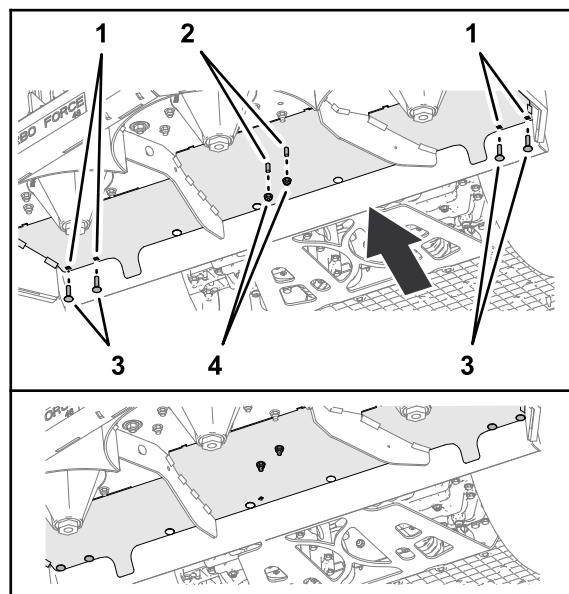

Figura 48
6. Inserite i 4 bulloni a testa tonda (Figura 48) che avete rimosso al punto 3 e 4 nei fori del piatto di taglio e fissateli con i 4 dadi di bloccaggio flangiati che avete rimosso al punto 1 e 2.
7. Montate i 2 dadi di bloccaggio flangiati (Figura 48) che avete rimosso al punto 5 sui 2 bulloni a testa flangiata (5/16" x 3/4").